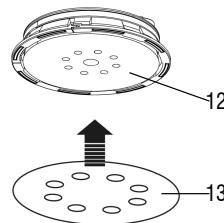

Fig. 3 – Colocando y cambiando el disco de lija
Coloque el disco de lijado (13) en el centro de la base de la lija (12) (Fig. 3);